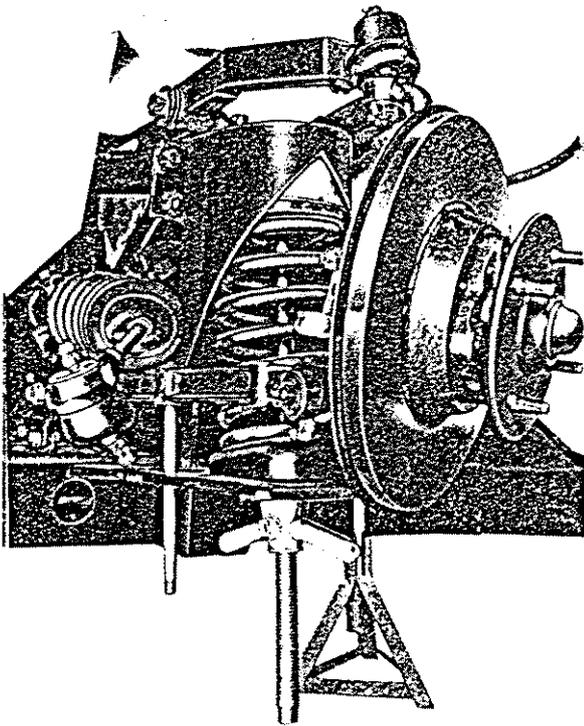

Abb. 8 Lösen der Vorderfeder
Die Feder durch Anziehen der Flügelmutter zusammendrücken bis die unteren Querlenkerarme waagrecht liegen, die Bolzen (62) abnehmen und zwei Führungsstangen von 9,5 x 152 mm wie in Abb.8 gezeigt einsetzen.